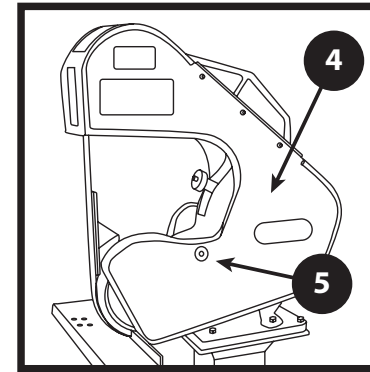

FIGURA 2
- b. El dispositivo de seguridad completo se encuentra en su lugar, cerrado, y el cerrojo funciona de manera tal que mantiene la puerta de seguridad cerrada en forma segura (Figura 2).